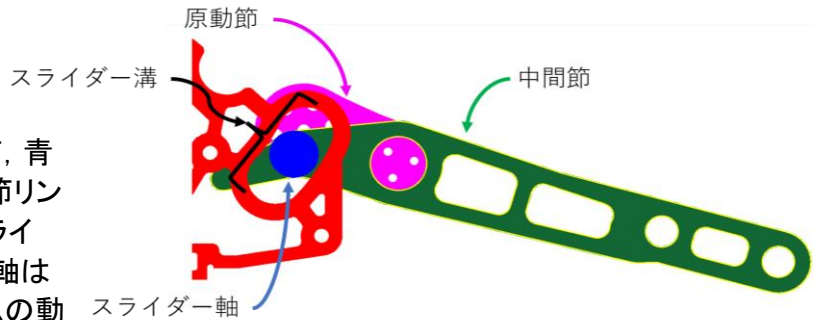
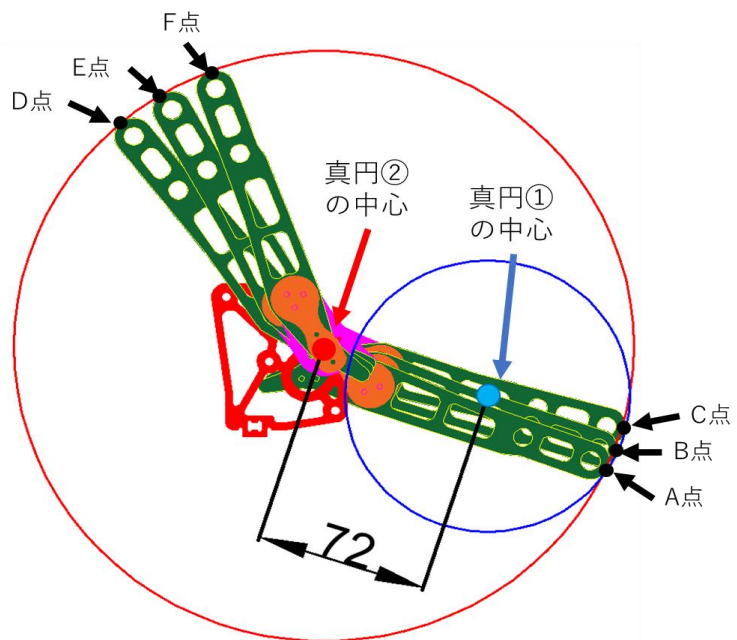

図5 アーム概略図
図6 アーム軌跡
図5にアーム機構の概略図を示す。アームは紫の原動節, 緑の中間節, 青のスライダー軸から構成される四節リンク機構と同様のふるまいをするスライダーリンク機構である。スライダー軸は側板の溝で往復運動を行いアームの動きを拘束する。図6にアームの軌道を示す。図6はA点, B点, C点の3点を通る真円①とD点, E点, F点の3点を通る真円②, アーム先端の軌跡を示している。真円①, ②の中心の距離は72mm離れており, 2つの円の中心は一致していない。よってアーム先端の軌跡は最低2点以上の十分に間隔のあいた円弧中心を持つ連続した曲線を描くことがわかる。このことからアームは規定を満たしている。